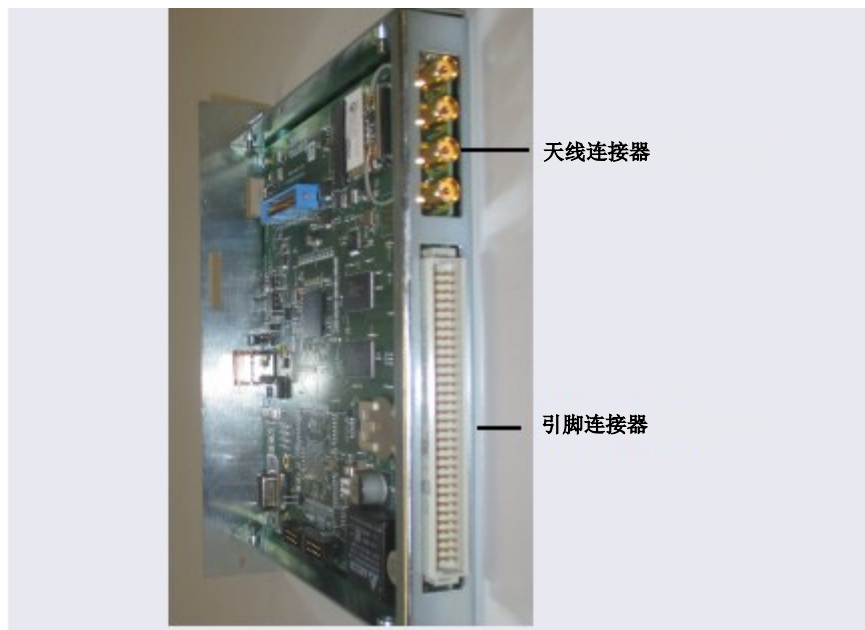

图 10-42. Dionex 耗材监控连接器
10. 注意仍然不要接触 Dionex 耗材监控后部的连接器，调整监控的方向，使四个天线端口位于顶部，Pin 端口位于下方（见图 10-42）。